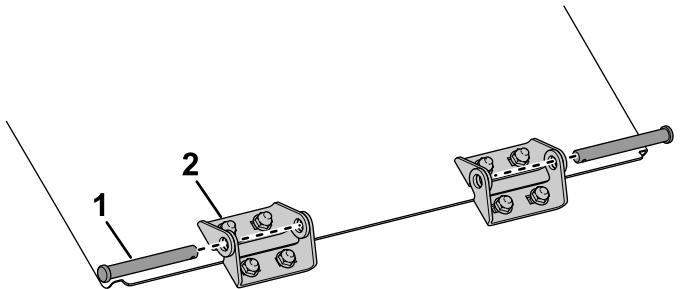
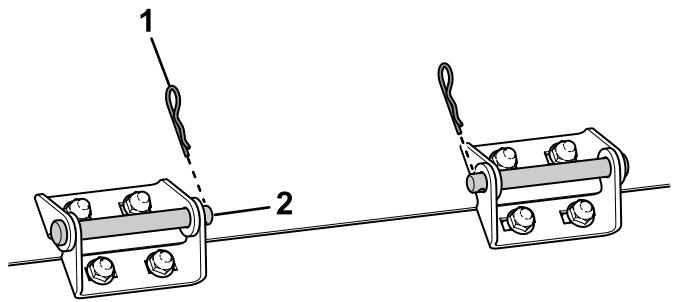

Figure 8
Figure 9
7. Installez la trappe de la trémie sur la machine en reliant les 2 côtés de la charnière avec l'axe d'articulation, comme montré à la Figure 8 et la Figure 9.